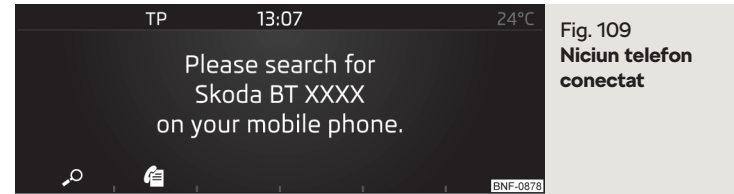

Fig. 109
- ▶ Dacă la aparat **nu** este conectat niciun telefon, apăsați tasta **PHONE** → **☎** » fig. 109.